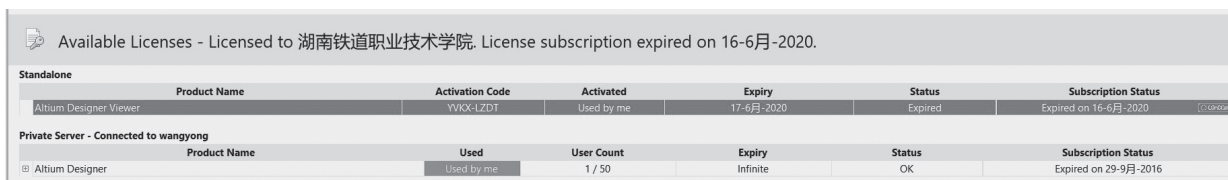

图 1-14 授权后界面
(7) 找到先前下载的静态授权文件，该文件的扩展名为 .ALF，打开即可。授权后界面如图 1-14 所示。